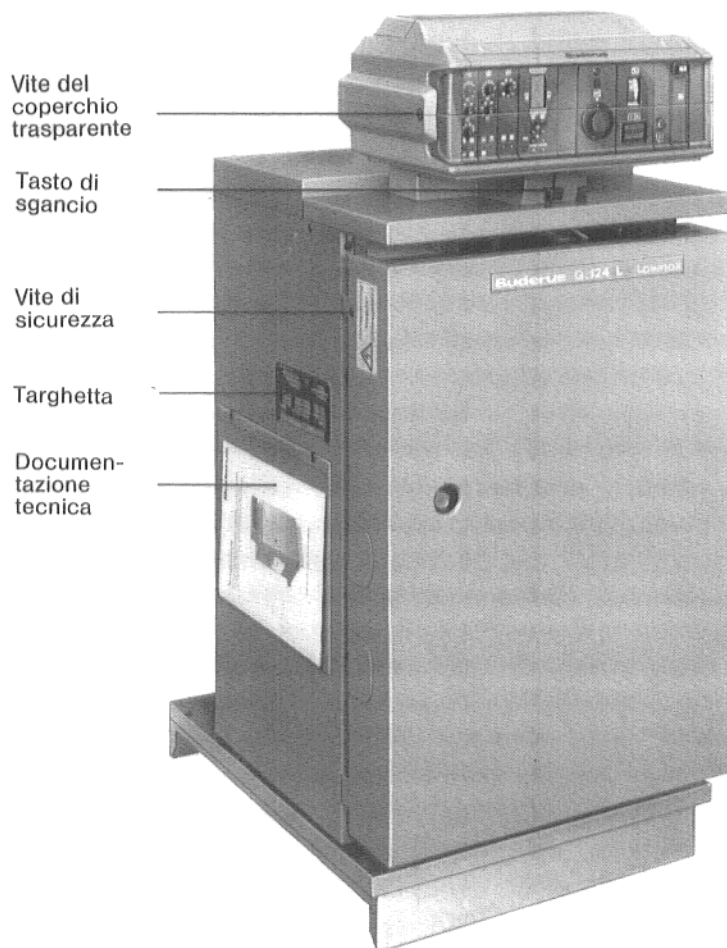

Fig. 14: GE124 L Lownox Ecomatic, montato
18. Portare il taglio della vite del coperchio trasparente dell'apparecchio di regolazione (Fig. 14), in posizione orizzontale, per esempio con una moneta, innestare la copertura trasparente dalla parte anteriore e porre il taglio della vite in posizione verticale.
- Avvitare le viti di sicurezza laterali, sopra a destra ed a sinistra (Fig. 14).
- La targhetta e la busta trasparente con la documentazione tecnica, possono essere spostate dal fianco sinistro a quello destro, per essere meglio visibili (Fig. 14).